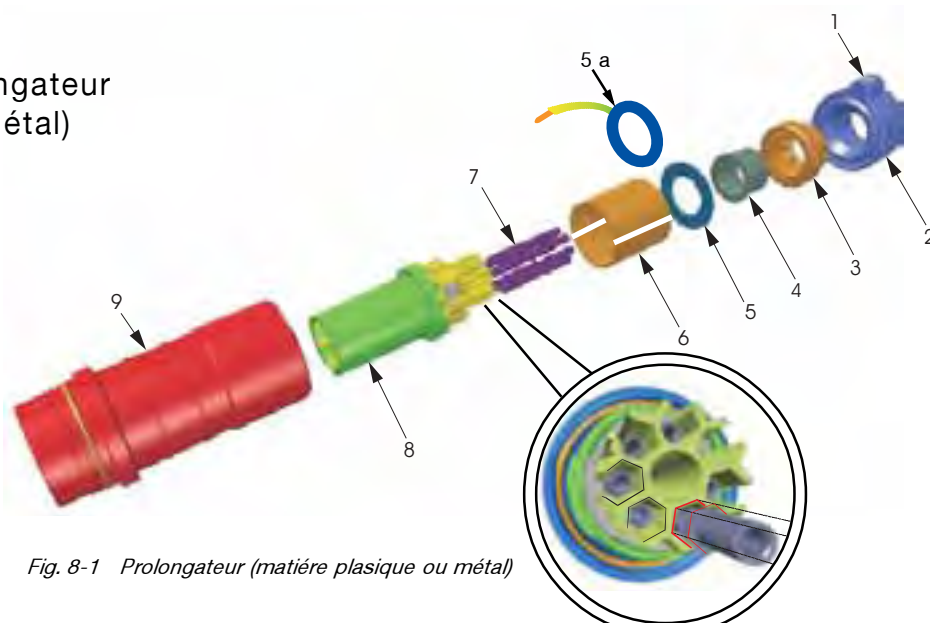

Fig. 8-1 Prolongateur (matière plastique ou métal)
8.1 Ouverture du prolongateur (Fig. 8.1)
1. Monter la pièce de pression (2), la décharge de tension (3), le joint (4), la rondelle de pression (5) et la douille isolante (6) sur le câble.
2. Le contact femelle de la position 7 a un plus gros diamètre. Pour éviter toute confusion, l'enficher en premier dans son support. Engager tous les contacts emelles (7) jusqu'à l'enclenchement dans le guidage hexagonal du bloc de prolongateur (8) (Fig. 8.1).